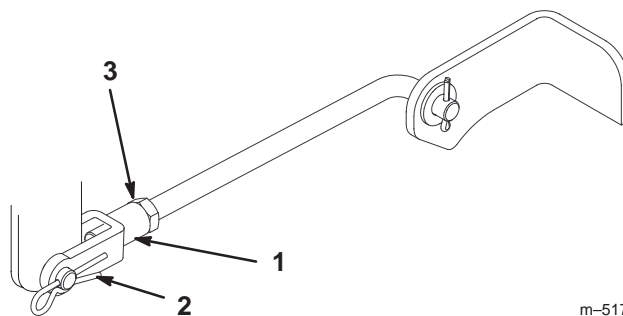

Figure 42
9. Pour régler l'inclinaison avant/arrière des lames, enlevez la goupille fendue des chapes des tourillons avant et desserrez les contre-écrous (Fig. 42).
10. Tournez les chapes sur les tourillons pour modifier le réglage (Fig. 42). Serrez les chapes (raccourcissez les tourillons) pour relever l'avant du plateau et desserrez-les (allongez les tourillons) pour abaisser l'avant du plateau.